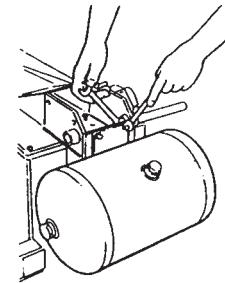

fig.39
- Installare la **bombola dell'aria** dietro al palo applicando le 2 viti in dotazione di M8. (Fig.39)
- Install the **air cylinder** behind the column using the two M8 bolts supplied (fig. 39).
- Installer la **bouteille d'air** derrière la colonne en fixant les 2 vis en dotation de M8 (fig. 39).
- die **Druckluftflasche** hinter der Tragsäule mit den zwei mitgelieferten Schrauben M8 anschrauben (Abb. 39)
- Instale la **bombona del aire** detrás de la columna aplicando los dos tornillos de equipo de M8 (fig. 39).